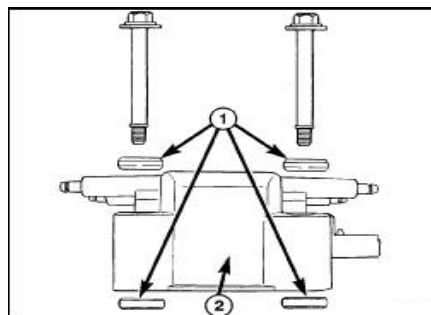

图 44 点火线圈和橡胶隔环
(3) 安装点火线圈电容器（选装）。
(4) 安装点火线圈和高压线, 确保橡胶圈置于点火线圈中(图. 44), 紧固力矩为12 N·m(105in. lbs.)。